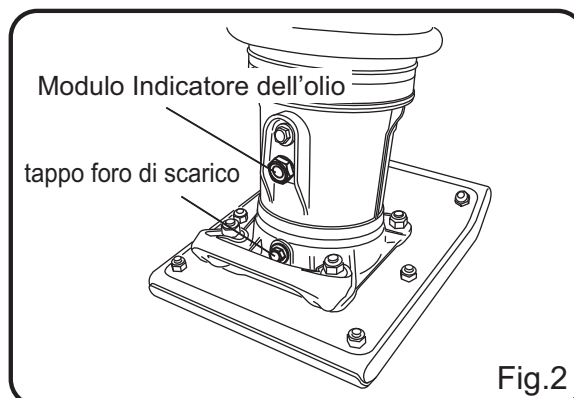

Fig.2
- 4) Posizionare la scocca della macchina su una superficie piana e controllare l'indicatore di livello dell'olio sul manicotto di protezione a destra. Controllare che l'olio sia al livello indicato. (Fig.2)